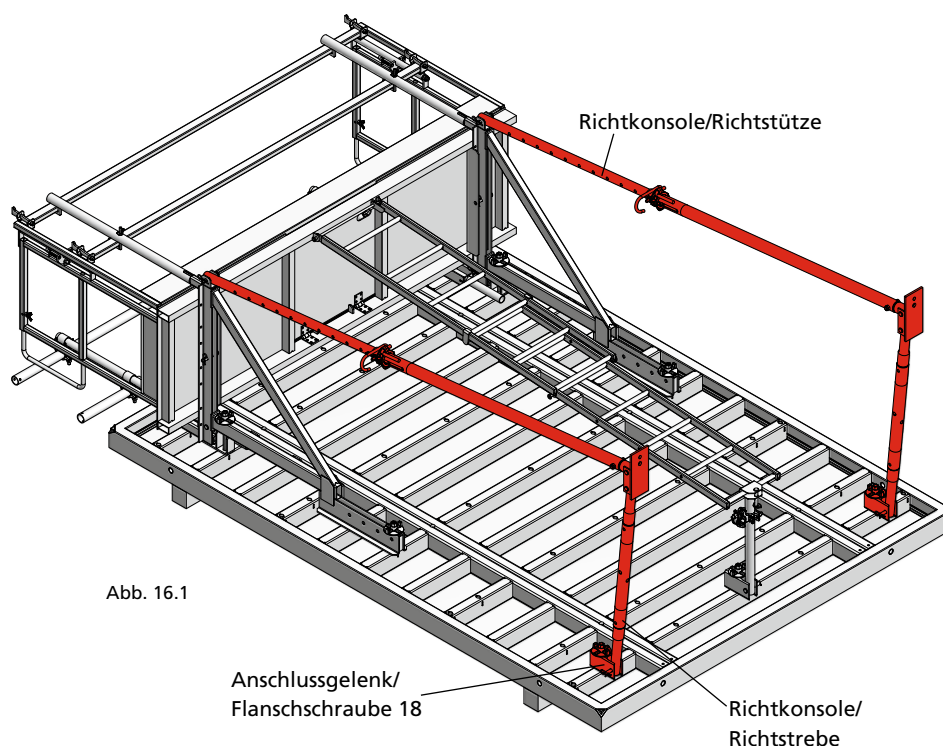

Abb. 16.1
11. Richtstützen/Richtkonsolen werden an den Laufkonsolen SB (oben) verbolzt und mit Anschlussgelenk und Flanschschraube 18 an den Funktionsstreben des Schalungselementes (unten) befestigt (Abb. 16.1).